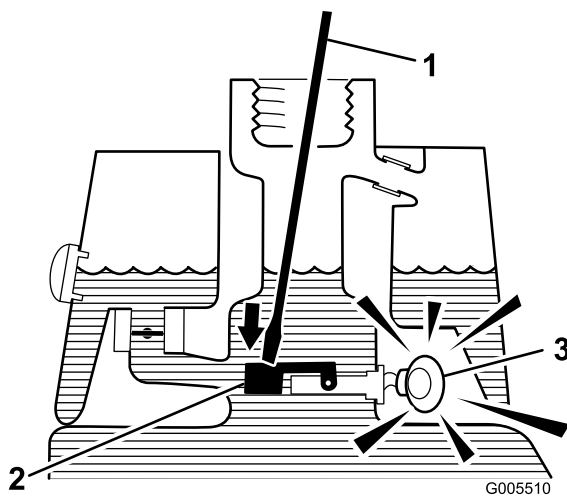

Bild 30
3. Stecken Sie eine saubere Stange oder einen Schraubenzieher in den Tankeinfüllstutzen und drücken Sie den Schwimmerschalter leicht nach unten (Bild 30). Der Alarm sollte nach einer Sekunde ertönen.